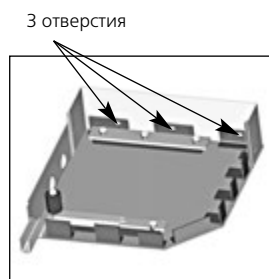

Рис. 2.13
- при встроенном монтаже - по три отверстия в уголках верхней части крышек (рис.2.13).